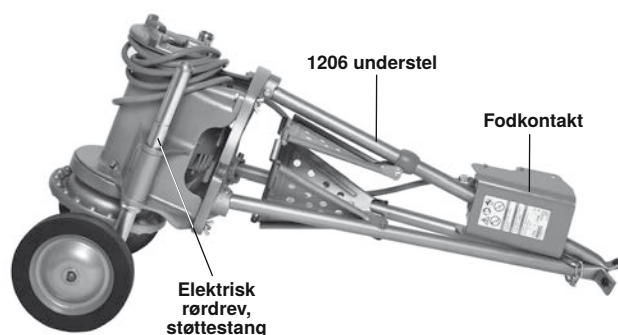

Figur 27 – Samling af transportør nr. 32
1. Saml om nødvendigt transportør nr. 32 (se Figur 27).